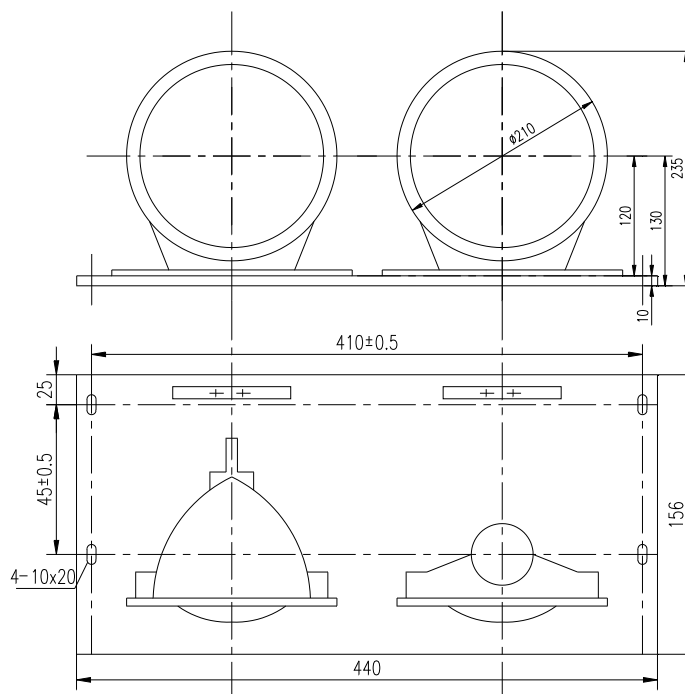

Рис.20.4 Внешние размеры фонаря
**Внешние размеры фонаря (см. рис.20.4)**